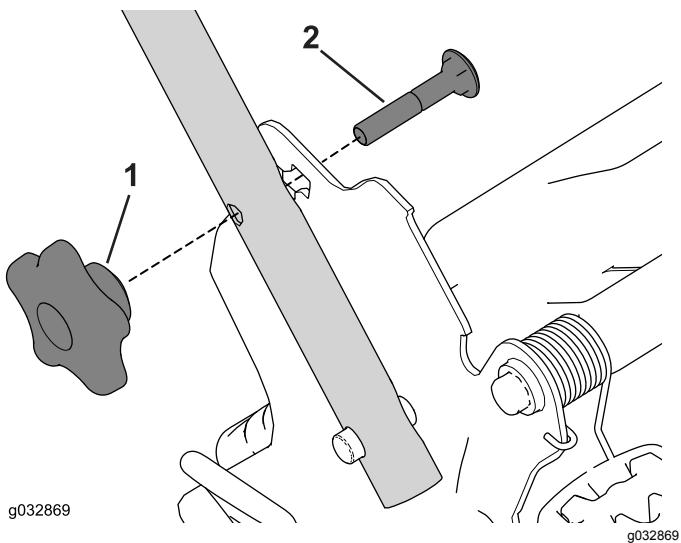

図 22
1. ハンドルブラケットからハンドルノブ2個とキャリッジボルト2本を外して保管する図 22。